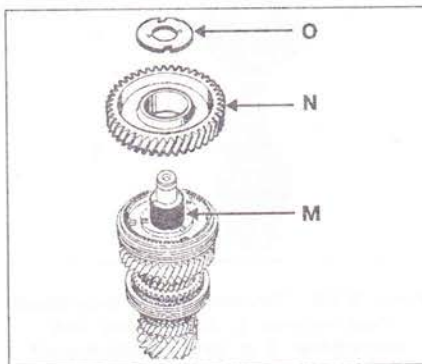

Рис. 5.62. Установите игольчатый подшипник **М**, шестерню 1-й передачи **Н**, фигурную шайбу с отверстиями под штифты **О**.
31. Установите игольчатый подшипник **М**, шестерню 1-й передачи **Н** с установленными на ней кольцами трехконусного синхронизатора (рис. 5.62). Установите фигурную шайбу с отверстиями под штифты **О**.